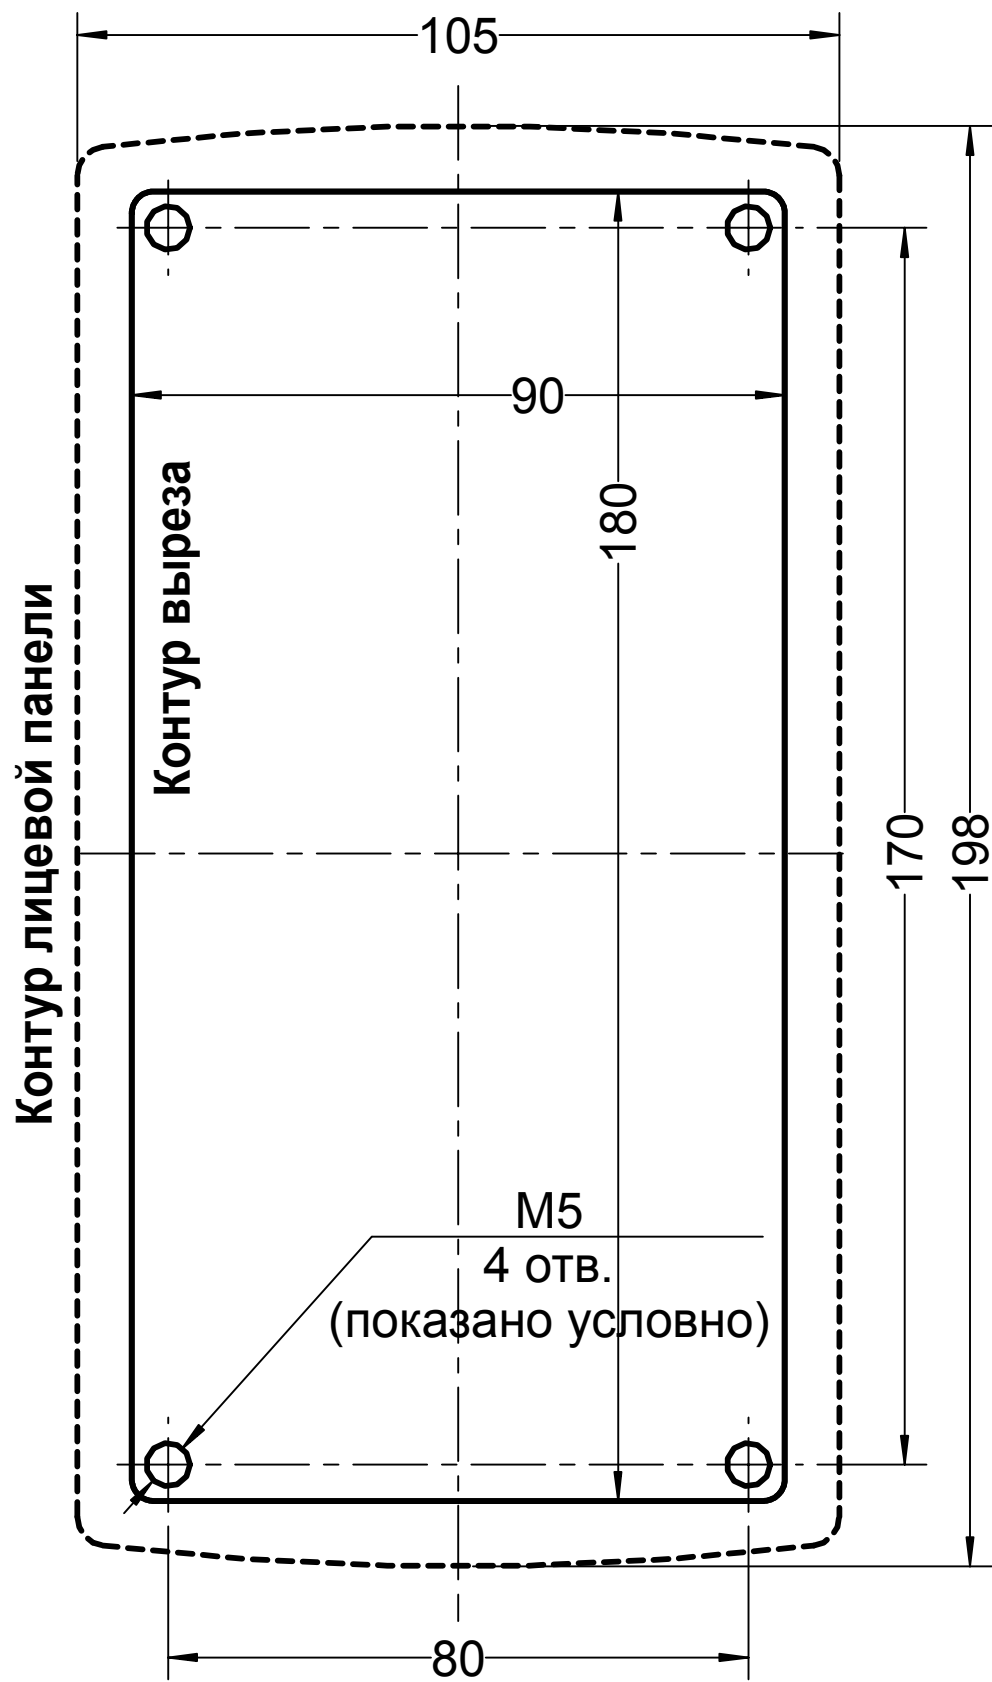

Рис. 1. Разметка под установку блока вызова.
2. Подготовьте нишу для установки блока вызова (см. разметку на рис. 1.).